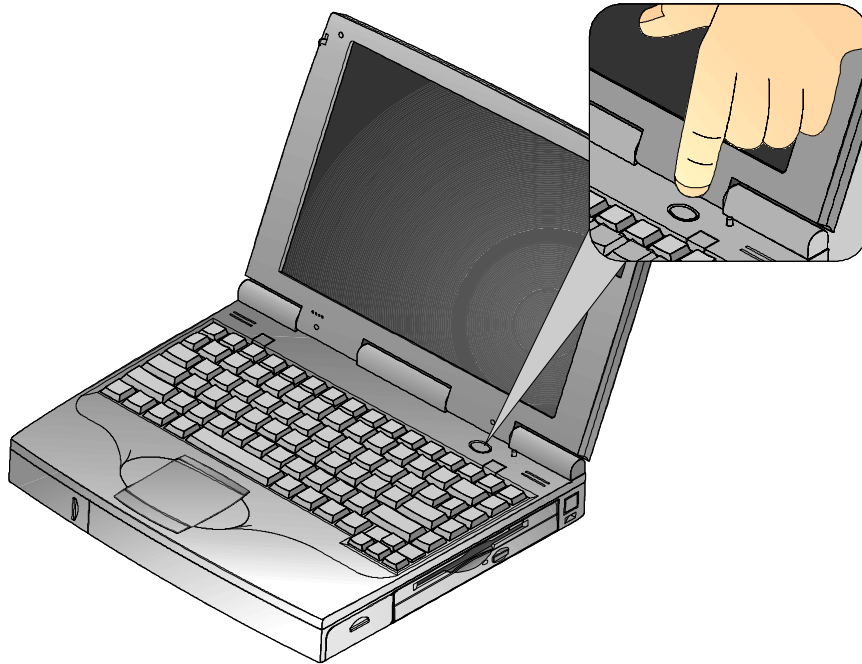

Figure 1-7 : mise sous tension du notebook
4. Après avoir branché le notebook dans sa source d'alimentation, ouvrez le boîtier de l'écran et appuyez sur le bouton de suspension/reprise pour mettre le notebook sous tension (figure 1-7).